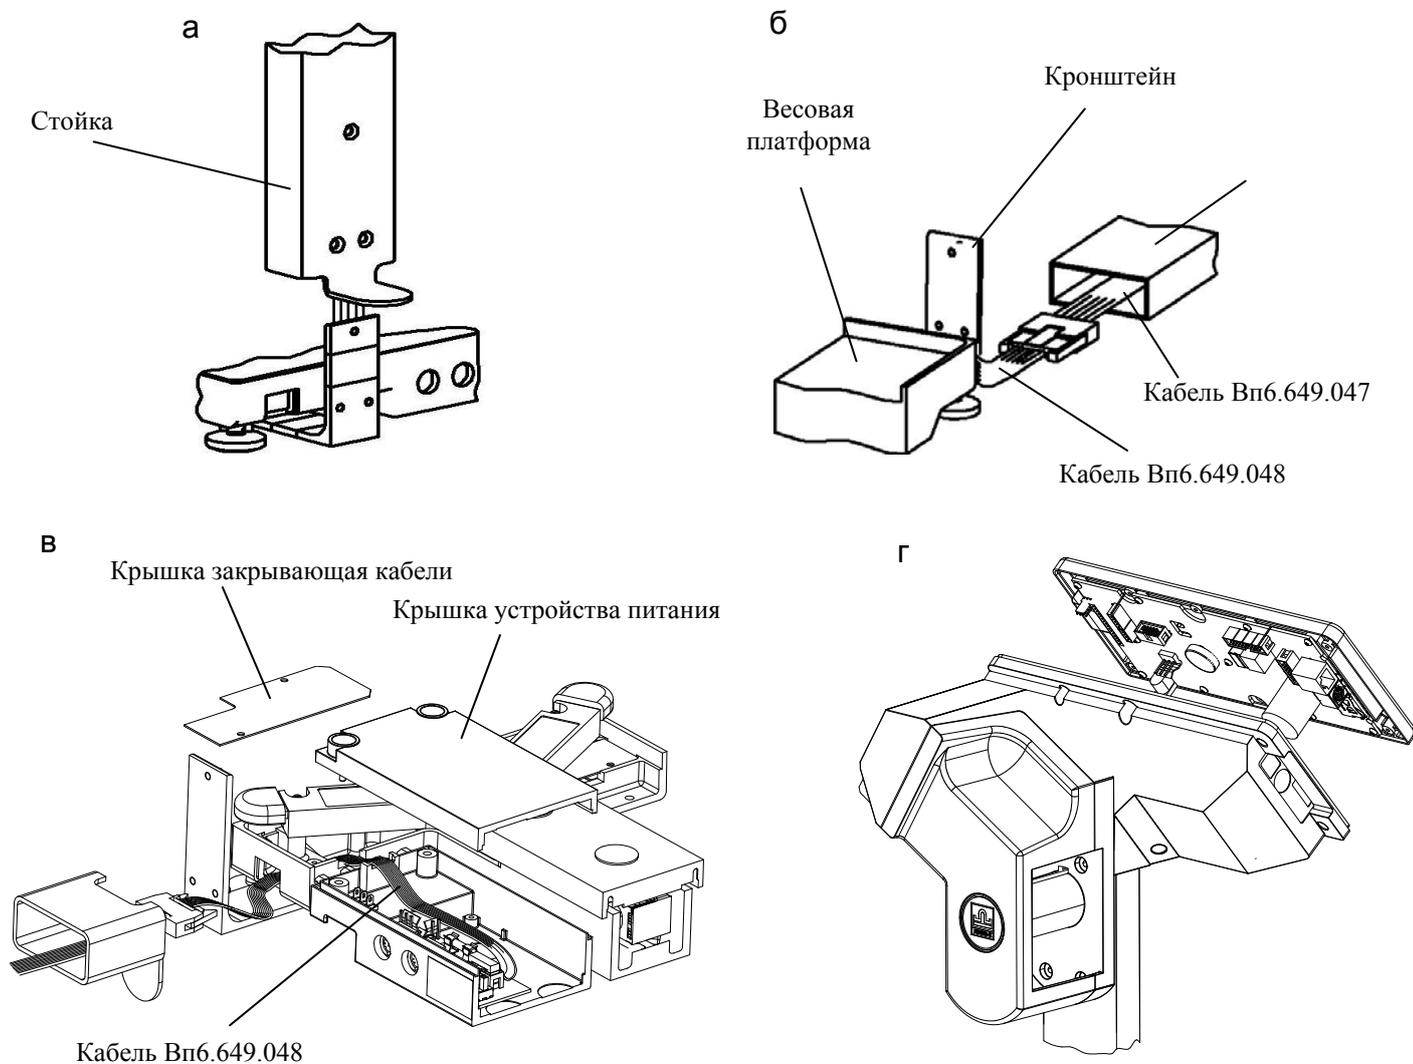

Рис.6.6 - Замена кабелей в весах ВПМ\_.
6.3.4.2 Отвинтить винты крепления крышки устройства питания PU-DC-ВПМ. Снять крышку устройства питания (рис.6.6в).
6.3.5.1.1 Отвинтить три винта крепления стойки индикатора ВПМ к основанию (рис.6.6а).
6.3.5.1.4 Отвинтить винты крепления крышки закрывающей кабеля (рис.6.6в).
6.3.5.2.2 Отвинтить винты крепления крышки блока управления к корпусу (рис.6.6г).
6.3.5.2.4 В весах с подмоткой ленты (ВПМ\_Ф1, ВПМ\_Т1), снять фрикцион с вала двигателя (рис.6.6). Отвинтить четыре винта крепления и вытянуть двигатель из стойки.
6.3.5.2.5 Отвинтить три винта крепления стойки индикатора ВИП к основанию (рис.6.6а).
6.3.6.1 Отвинтить винты крепления крышки блока управления к корпусу (рис.6.6г).
6.3.12.1 Отвинтить винты крепления крышки блока управления к корпусу (рис. 6.6г).